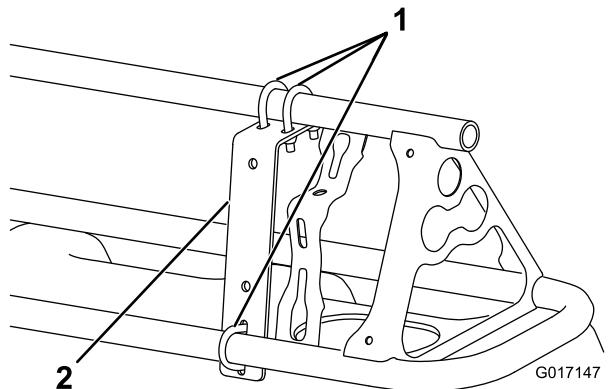
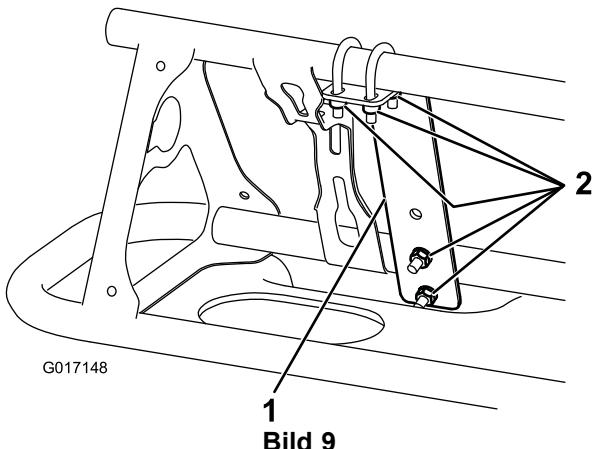

Bild 8
Bild 9
- 1. Befestigen Sie eine Befestigungshalterung mit drei U-Bügeln und sechs Sicherungsmuttern (1/4") vorne an jedem Ausleger in der Nähe der äußeren Düse (Bild 8 and Bild 9).